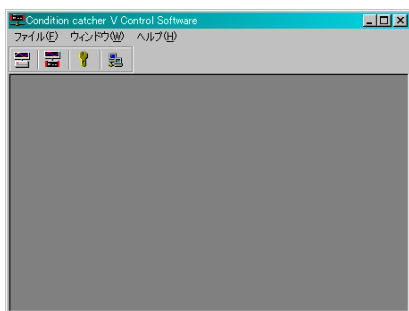
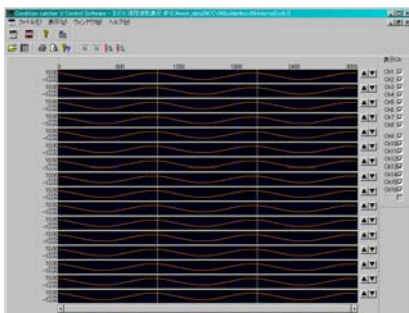

図 46. コントロール・ソフトウェアの初期画面
図 47. 保存波形表示画面
- ①パソコンの電源を投入し、『コントロール・ソフトウェア』を起動します。起動したら図 46 のような初期画面が表示されます。
- ③初期画面ツールバーの『保存波形表示』ボタン（左端）をクリックします。
- ④Windows の開くダイアログが表示されますので、この画面で波形表示したいデータ・ファイルを選択し、『開く』ボタンをクリックします。
- ⑤選択されたファイルの計測データが図 47 のように表示されます。